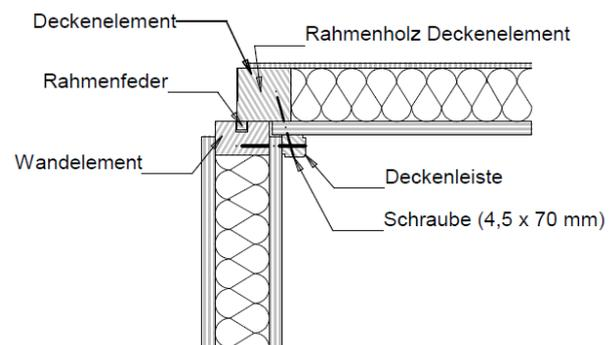

Abbildung 17
- ☞ Die Schrauben ziehen die Deckenelemente auf die Wandelemente (Abbildung 17).